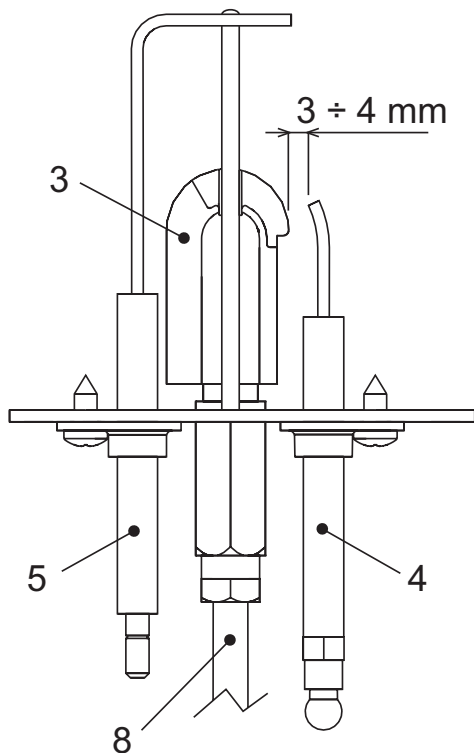

рис. 12 -
- Электроды должны быть установлены правильно и не иметь следов накаливания (см. рис. 12).
- Проверьте правильность позиционирования электродов, а также отсутствие на них отложений (смотреть рис. 12).